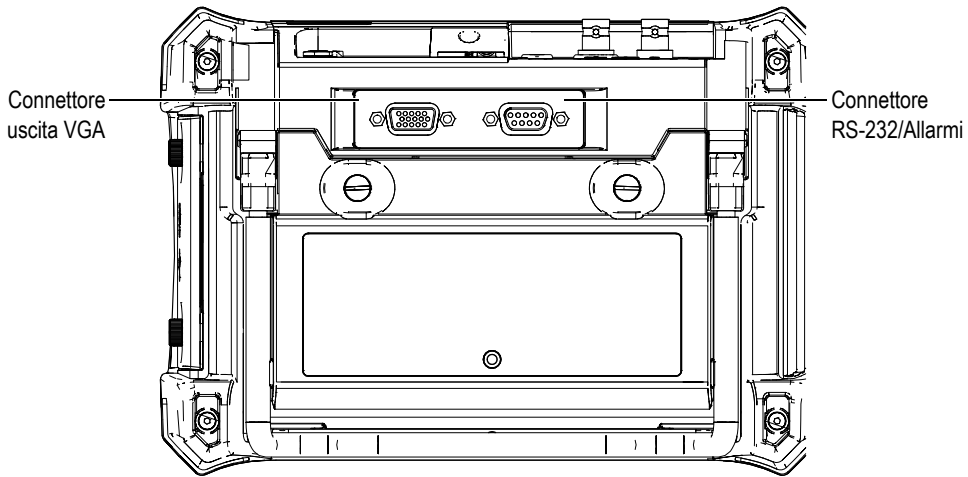

Figura 9-1 Connettori uscita VGA e RS232/Allarmi
2. Connettere il cavo 600-C-VGA-5 (U8780298) [prodotto opzionale] nel connettore dell'uscita VGA dell'EPOCH 600 (vedi Figura 9-1 alla pagina 150) ed in seguito nel dispositivo VGA.
L'EPOCH 600 possiede nella sua dotazione standard di una porta per comunicazione seriale (RS-232), la quale è combinata ai segnali di allarmi nello stesso connettore (vedi Figura 9-1 alla pagina 150). La comunicazione seriale utilizza pin nel connettore dell'uscita combinata RS-232/Allarmi ubicato nella parte posteriore dello strumento. La comunicazione seriale consente di collegare l'EPOCH 600 ad un computer per comunicazioni con il software d'interfaccia GageView Pro dell'EPOCH 600.